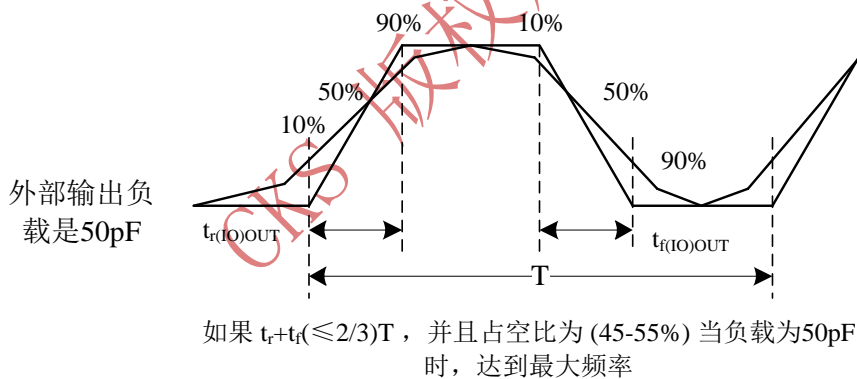

图 21 输入输出交流特性定义
输入输出交流特性的定义和数值分别在图 21 和表 52 给出。
2. 最大频率在图 21 中定义。